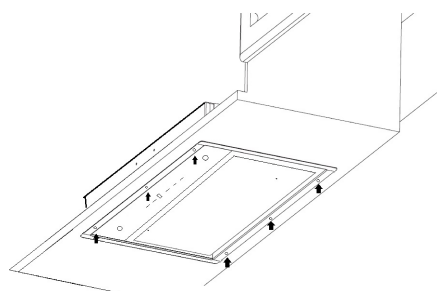

Fig. 17
4. → Brug nu de 6 stk. skruer, for at montere emhætten nedefra (Fig. 17).
Vær opmærksom på at emhætten er tæt og plan med skabet (Fig. 17).